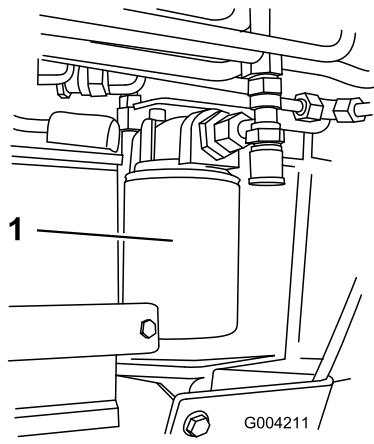

Bild 54
4. Stellen Sie eine Auffangwanne unter den Filter (Bild 54).
5. Entfernen Sie den alten Filter (Bild 54) und wischen Sie die Dichtfläche am Anbaustutzen ab.
7. Drehen Sie den Austauschfilter auf den Anbaustutzen auf (Bild 54). Ziehen Sie ihn nach rechts fest, bis die Gummidichtung den Anbaustutzen berührt. Ziehen Sie ihn dann um eine weitere 3/4 Umdrehung fester.